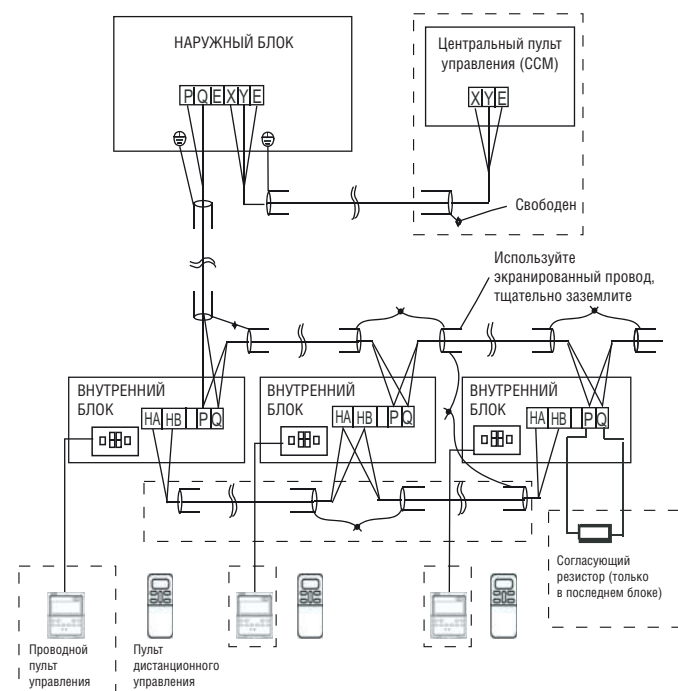

Рисунок 7-4
- Экраны проводов связи внутренних блоков и пультов проводного управления должны быть соединены вместе и заземлены в одной точке. В конечном счете, благодаря этому будет обеспечено заземление экранов проводов связи внутреннего и наружного блоков в одной точке у клеммной колодки сети HOME BUS. (См. рис. 7-4).